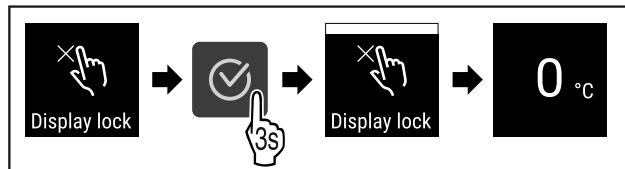

Fig. 66
- Stappen (zie Fig. 66) uitvoeren.